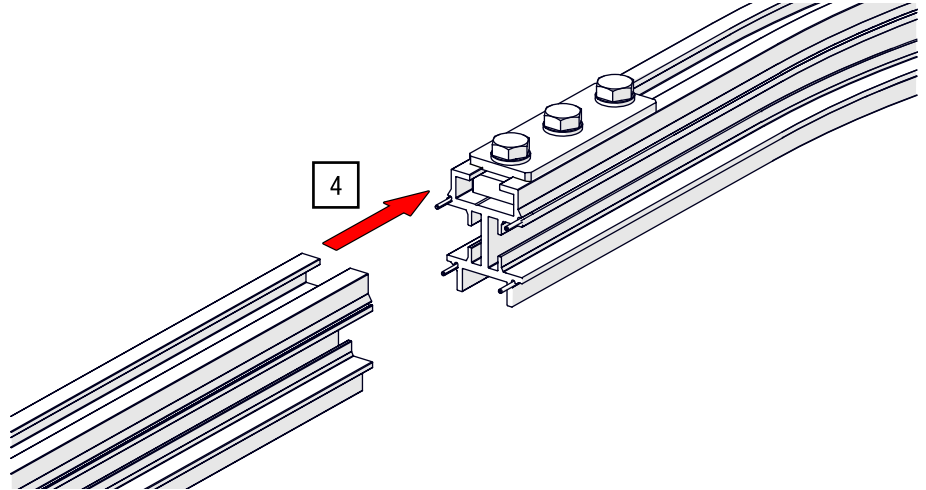

Abb. 46: Schienenverbinder – Schienenteile zusammenstecken
4. Stecken Sie das zweite Schienenteil auf die Verbindungsstifte und positionieren Sie es bündig mit dem ersten Schienenteil (siehe Abb. 46).